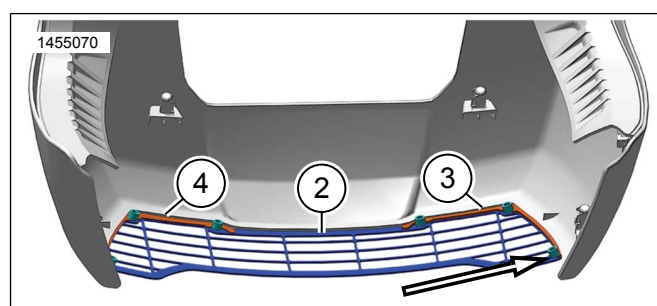

Figure 7.
6. Voir la figure 7. Vérifier que les entretoises sont sur la grille et **non** sur les patins de protection.